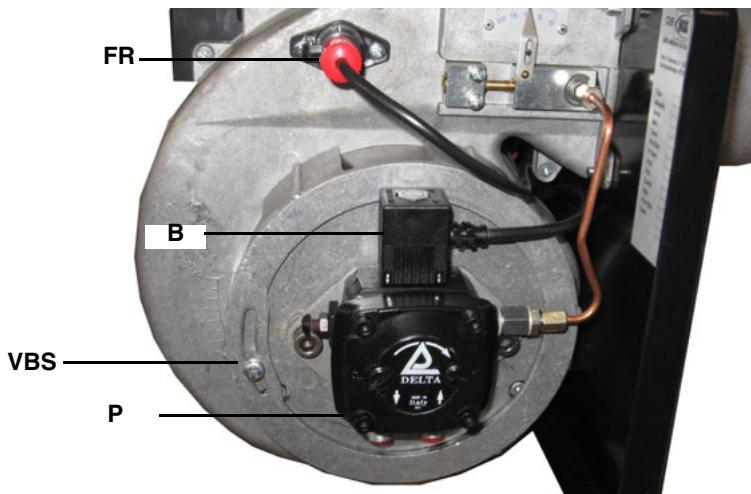

Рис. 9
- 2 вынуть соединительный разъем катушки **B** на насосе **P** (Рис. 9), во избежание нежелательного попадания дизельного топлива в камеру сгорания;
- 4 вынуть фоторезистор **FC** (Рис. 9) и осветить его;
5 выпустить воздух через штуцер манометра **M** насоса (**P**), расслабив слегка заглушку, но не снимая ее (Рис. 9).